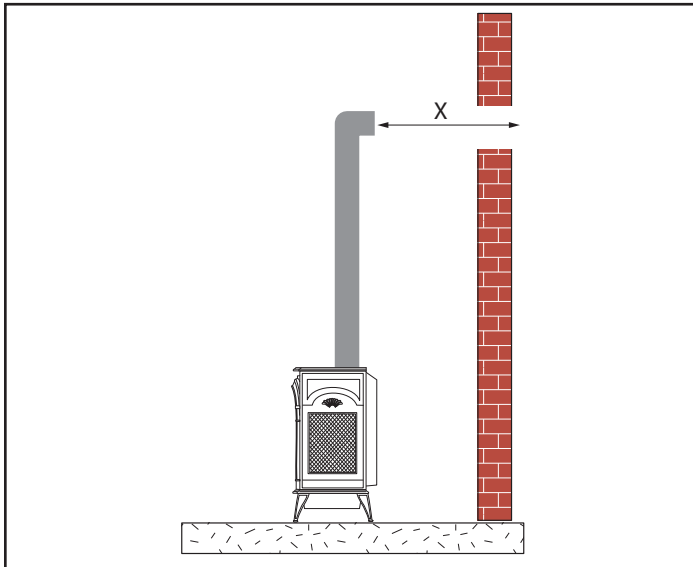

Figure 3.13 – Exigences quant à la longueur horizontale
5. Mesurez la longueur horizontale requise en incluant un chevauchement de 51 mm (2 po), c'est-à-dire du coude à la face du mur extérieur plus 51 mm (2 po) (ou la distance requise si vous installez un second coude à 90°) (figure 3.13).